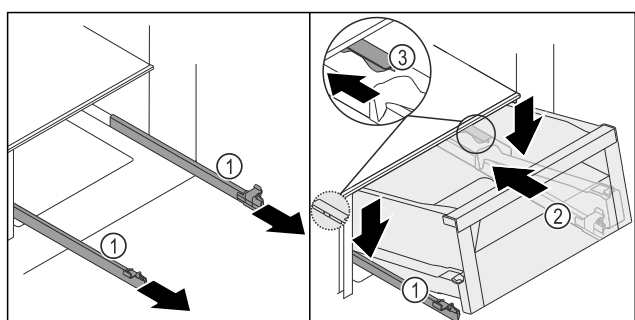
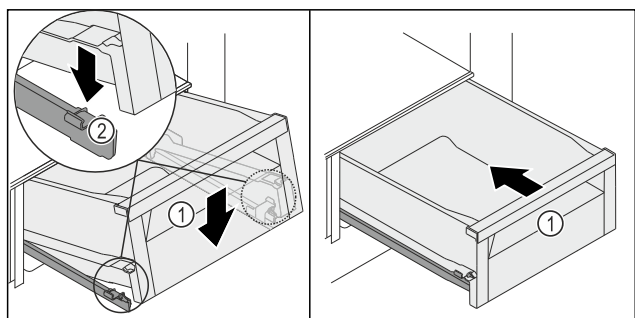

Fig. 117
Fig. 118
- ▶ Kolejničky Fig. 117 (1) pevně držte a zásuvku Fig. 117 (2) nasadíte shora za zářáčku Fig. 117 (3) na kolejničkách Fig. 117 (1).
- ▶ Zásuvku Fig. 117 (2) na kolejničkách Fig. 117 (1) zasuňte až na doraz směrem dozadu.
- ▶ Zásuvku Fig. 117 (2) vpředu spusťte dolů tak, aby se zásuvka zasuňovala vlevo a vpravo do svorky Fig. 118 (2).
- ▶ Zásuvka Fig. 118 (1) slyšitelně zacvakne.
- ▶ Zásuvku Fig. 118 (1) zasuňte.